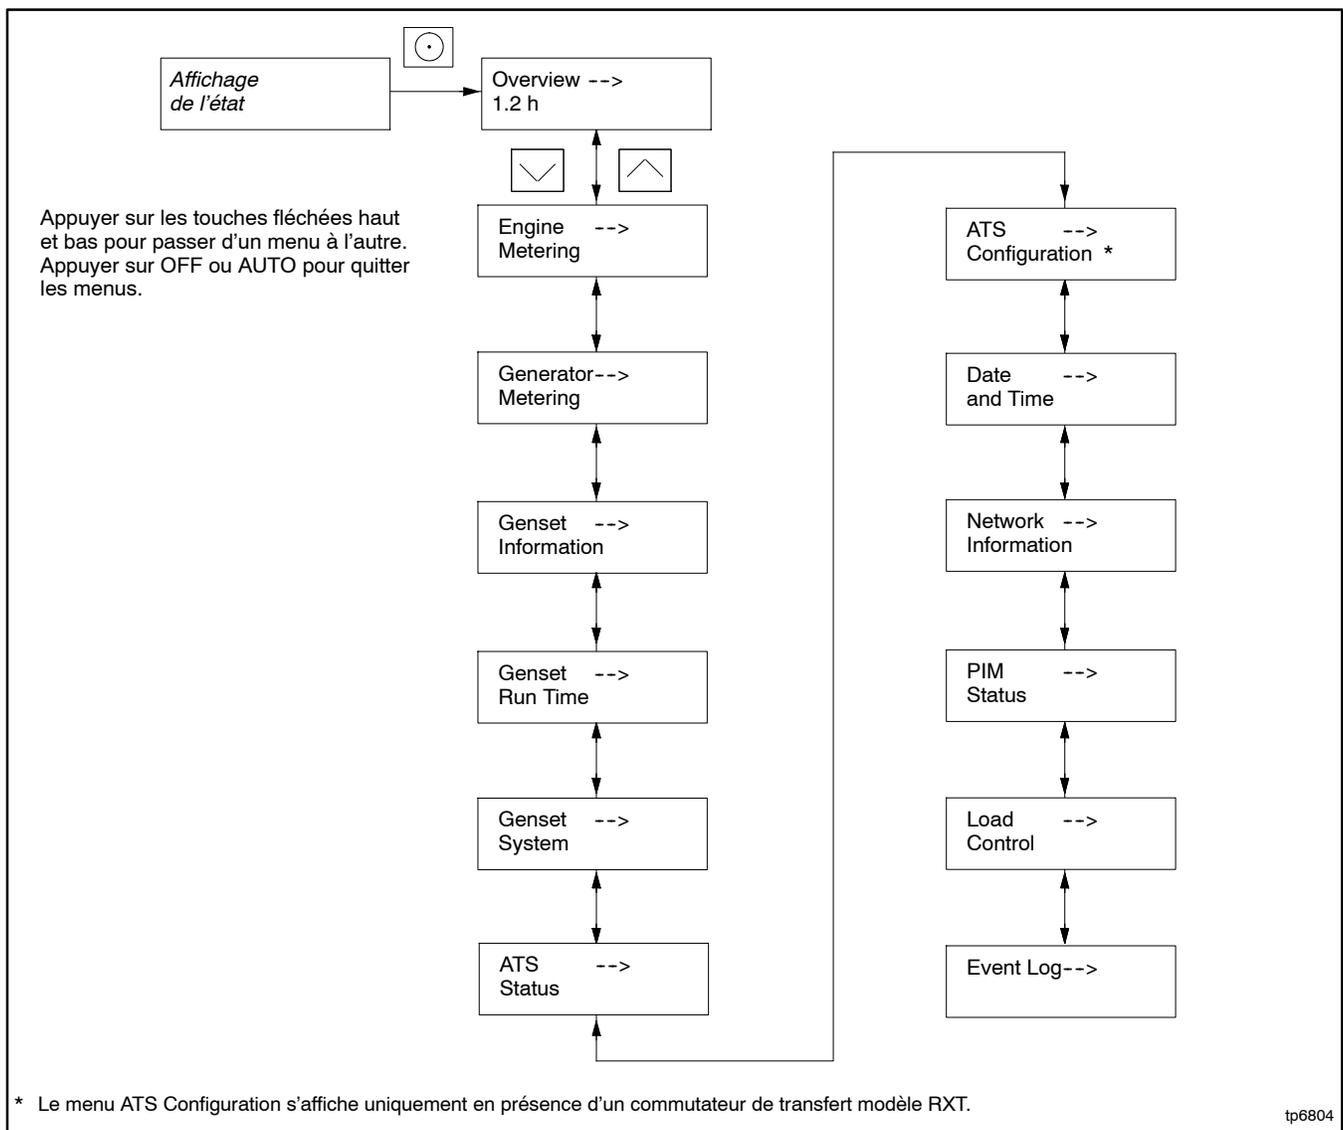

Figure 3-7 Menu principal du RDC2
2. Appuyer sur la touche fléchée bas jusqu'à afficher le menu souhaité. Le menu Date and Time est utilisé dans l'exemple de la Figure 3-7.
2. Appuyer sur la touche fléchée bas jusqu'à afficher le menu souhaité. Voir Figure 3-7. Cet exemple utilise les réglage de la date et de l'heure.
Appuyer une fois sur la touche de sélection pour afficher le menu principal. Overview (vue d'ensemble) s'affiche. Voir Figure 3-7. Appuyer sur la touche fléchée bas pour avancer jusqu'au menu suivant, Engine Metering (mesures du moteur). Utiliser les touches fléchées haut et bas pour monter et descendre à travers les menus présentés à la Figure 3-7.